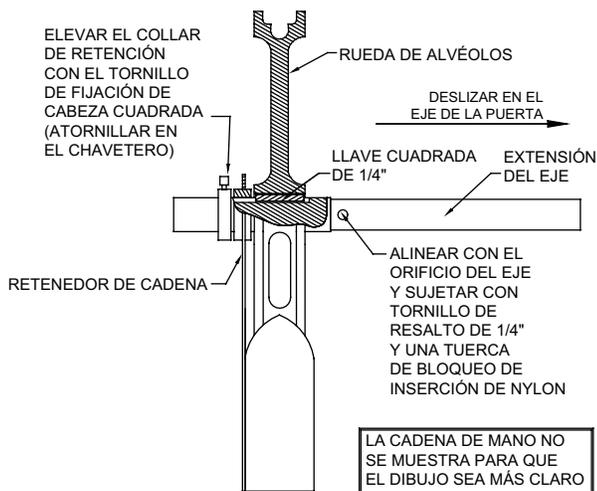

Figura 12
**9.1 Operador de accionamiento directo:** se pueden instalar polipastos de cadena de accionamiento directo en cualquiera de los lados de la puerta, antes o después de haber colgado la puerta (aunque puede haber limitaciones en relación con el espacio libre disponible). Consulte la Figura 12 para más detalles.